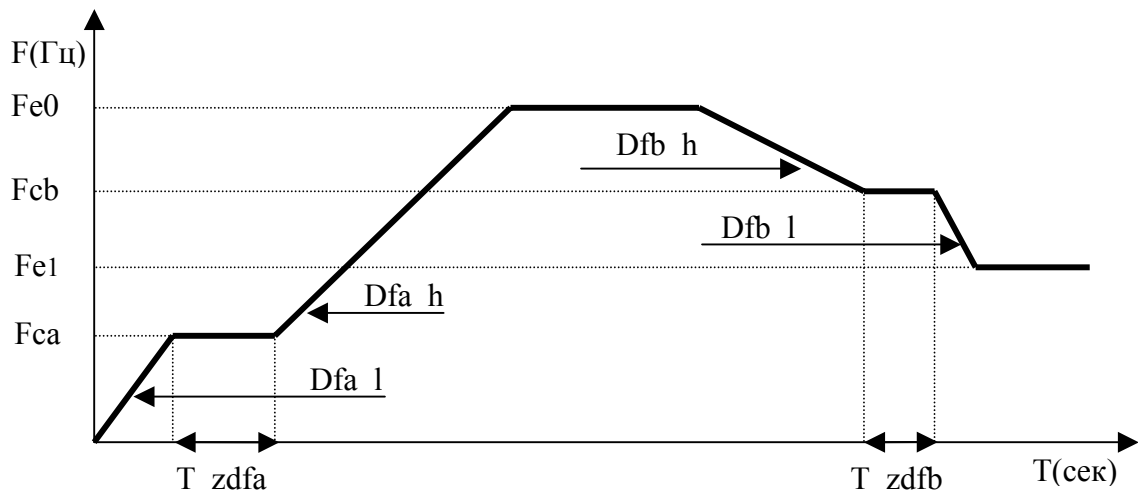

Рис. 7. Диаграмма работы БУАД-2 в одном из направлений вращения.
**Номер 4** – задание граничной частоты  $Fca$  (Гц, 0-200.0) при увеличении частоты (**рис. 7**).
**Номер 8** – задание граничной частоты  $Fcb$  (Гц, 0-200.0) при уменьшении частоты (**рис. 7**);
**1** - частота изменяется до величины  $Fe$  по стандартной диаграмме (**рис. 7, 8, 9**), выходное напряжение остается постоянным:  $PWM = PWM0$  (считывается из  $tP.50$ ). С помощью данного тестового режима удобно снимать характеристику  $M = f(Fp, PWM = const)$ , т.е. момент двигателя как функцию от частоты при постоянном выходном напряжении.
**2** - частота изменяется до величины  $Fe$  по стандартной диаграмме (**рис. 7, 8, 9**), выходное напряжение при этом остается постоянным:  $PWM = PWM0$  (считывается из  $tP.50$ ), затем выходное напряжение начинает постепенно расти до значения  $PWM = PWM1$  (считывается из  $tP.51$ ) или до возникновения ошибки по току, при этом на индикаторе отображается  $PWM$ . С помощью данного тестового режима удобно снимать кривую максимального выходного относительного напряжения, при котором отсутствуют еще ошибки по току, в зависимости от фазной частоты  $PWM = f(Fp)$ .
**3** - частота изменяется до величины  $Fe$  по стандартной диаграмме (**рис. 7, 8, 9**), выходное напряжение остается постоянным:  $PWM = PWM0$  (считывается из  $tP.50$ ). При этом на индикаторе отображаются входные логические сигналы в порядке:  $VxЧ1, VxЧ0, VxОН, VxПН$  (1-подан соответствующий входной сигнал, 0 – нет).
При подаче логического сигнала одного из направлений вращения ( $VxПН, VxОН = 0, 1$  или  $1, 0$ ), выходная частота преобразователя начинает изменяться со скоростью  $Dfa\_l$  (рис. 7). Частота  $Fe=Fe0$ , которая в результате должна быть достигнута, определяется по таблице параметров в соответствии с двоичным кодом, задаваемым входными логическими сигналами  $VxЧ1, VxЧ0$ .